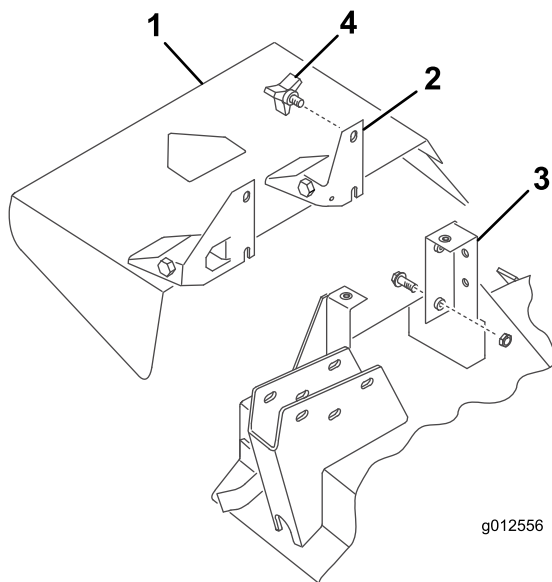

図 30
2. デフレクタのピボットブラケットの下側のスロットを、デッキのブラケットのボルトに入れる 図 30。